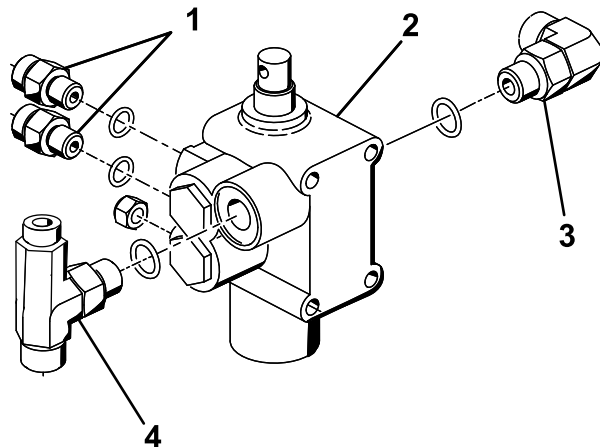

Рисунок 9
3. Вверните прямоугольный штуцер, 2 прямых гидравлических штуцера и тройник, снятый с имеющегося клапана 3 Подготовка к установке гидравлических компонентов \(страница 5\), в новый клапан подъема, как показано на Рисунок 9.